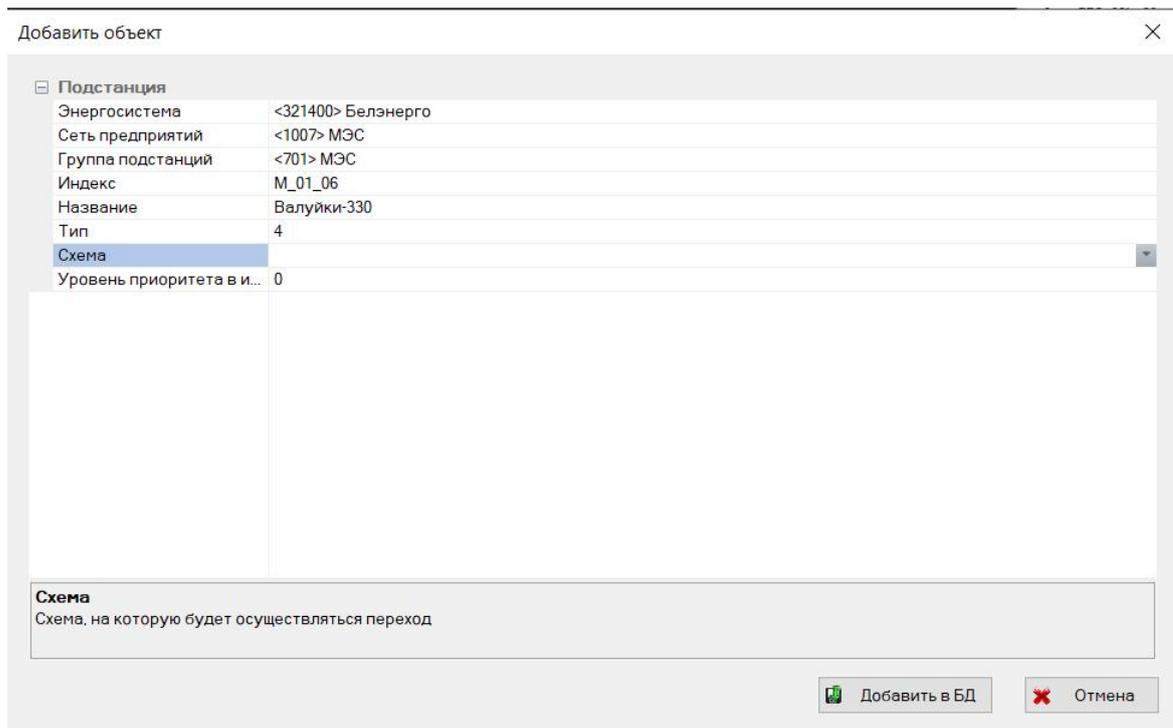

Рисунок 331 – Окно «Добавить объект»
**Пункт «Добавить: Подстанция»** вызывает окно «Добавить объект» (рисунок 331) для заведения подстанции.